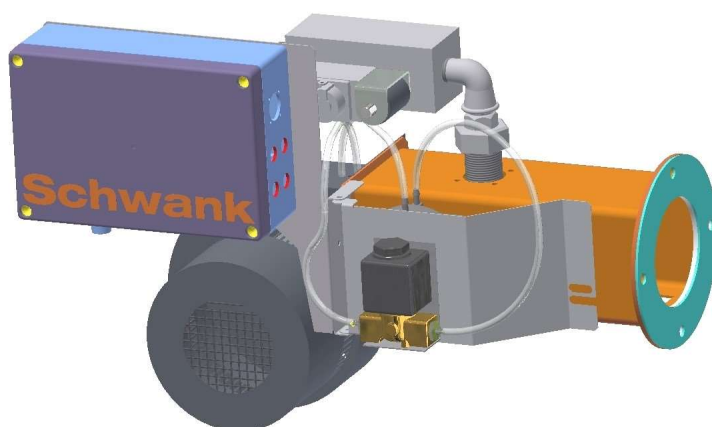

Рисунок 6.4.5 Вид блока горелки после переоборудования
8. После того, как модуль горелки был переоборудован, соединительные компоненты системы отвода продуктов сгорания (переходный элемент и дроссельная заслонка) присоединить к излучателю. Переходную деталь установить с уплотнением на свободном фланце последней излучающей трубы (рис. 6.4.5-6.4.7).